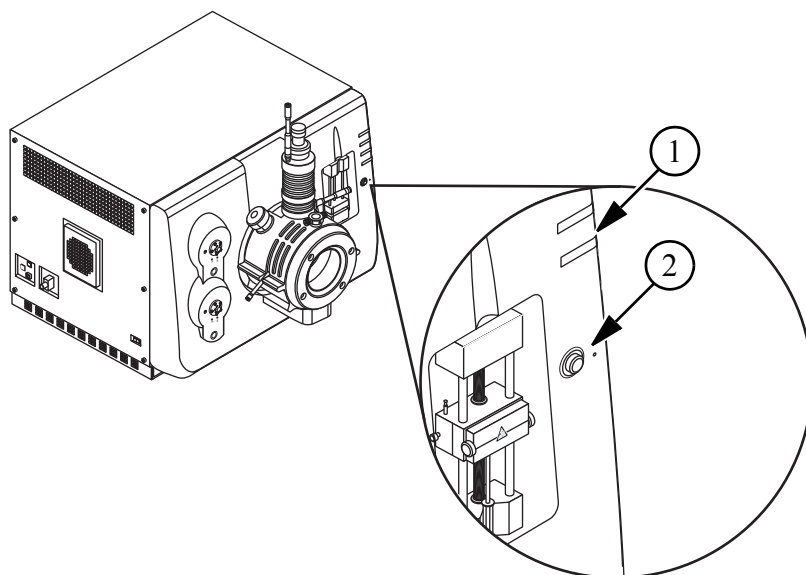

Figura 1-7 LED Pompa a siringa
4. Premere il bottone sul lato destro della pompa a siringa (Figura 1-7) per avviare il flusso nello spettrometro di massa.